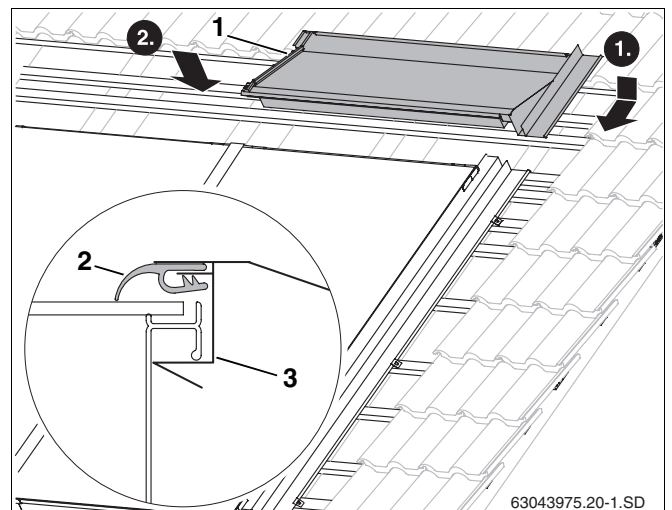

Fig. 55 Tôle de recouvrement supérieure droite
- Insérer la tôle supérieure droite (fig. 55, **pos. 1**) dans la tôle latérale droite.
- En appuyant par le haut sur la tôle de recouvrement, la tôle s'encastre dans la rainure du châssis du capteur (fig. 55, **pos. 3**).
- Poser la lèvres en caoutchouc (fig. 55, **pos. 2**) en haut sur le capteur et tirer vers l'avant.